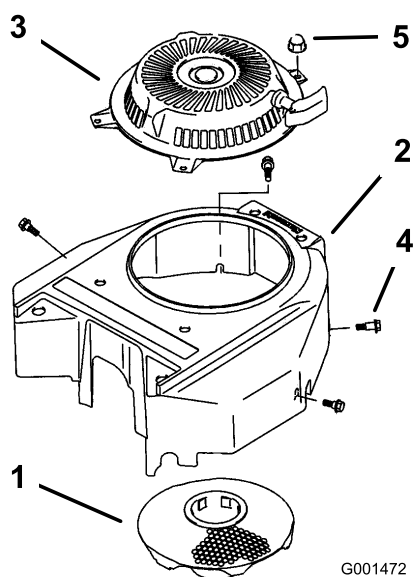

Figure 49
3. Déposez la grille d'entrée d'air, le lanceur et le carter du ventilateur (Figure 49).
5. Reposez la grille d'entrée d'air, le lanceur et le carter du ventilateur (Figure 49).